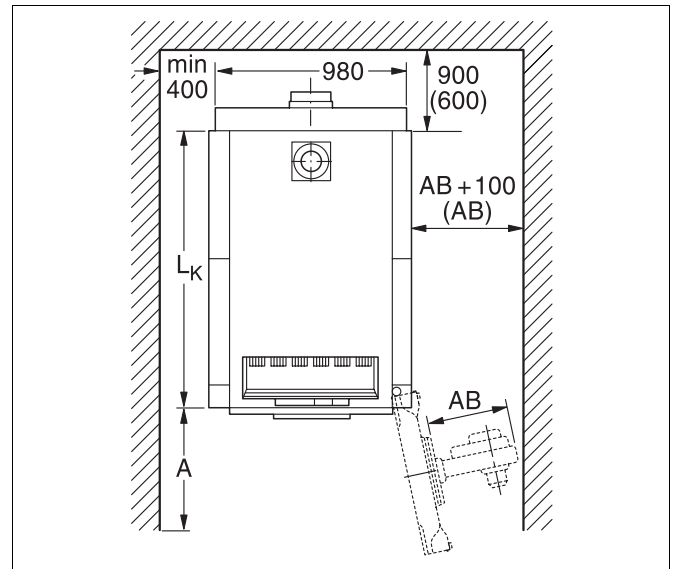

Abb. 6 Aufstellraum mit Heizkessel (Maße in mm)
- Beachten Sie die empfohlenen Wandabstände für das Aufschwenken der Brennertür, für die Heizkesselmontage und für die Reinigung und Wartung (siehe Abb. 6 und unten stehende Tabelle).
Bei Unterschreiten des empfohlenen Abstandes A (Abb. 6) ist es nicht möglich, eine Reinigung mit dem angebotenen Reinigungsgeräte-Set durchzuführen. Alternativ empfehlen wir, kürzere (Länge ca. 1 m) montierbare Reinigungsgeräte einzusetzen oder eine Nassreinigung durchzuführen.
- Achten Sie beim Erstellen der Fundamente darauf, nach welcher Seite der Brenner ausschwenkt (Links-Rechts-Anschlag der Brennertür, Abb. 6, Seite 15).